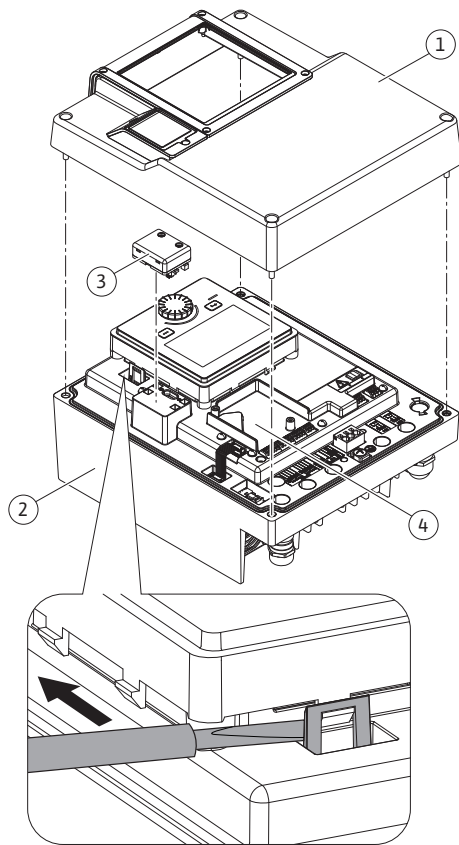
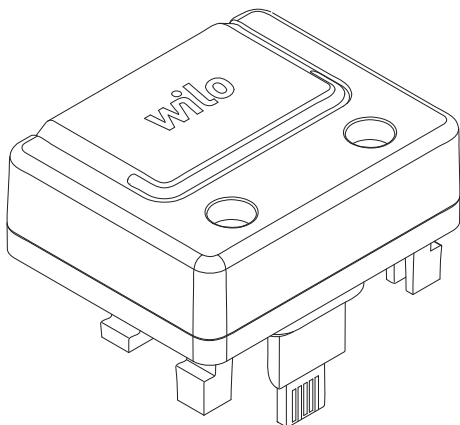

Fig. 26: Elektronski modul
Fig. 27: Wilo-Smart Connect modul BT
Bluetooth interfejs Wilo-Smart Connect modula BT (Fig. 26, poz. 3 i Fig. 27) se koristi za povezivanje sa mobilnim uređajima kao što su pametni telefoni i tableti. U aplikaciji Wilo-Assistant postoji funkcija Wilo-Smart Connect. Funkcijom Wilo-Smart Connect se može rukovati pumpom, mogu se vršiti podešavanja i očitavati podaci pumpe. Za podešavanja vidi poglavlje „Puštanje u rad“ [► 49].
1. Otpustiti četiri zavrtnja gornjeg dela elektronskog modula (Fig. 26, poz. 1; Fig. I, poz. 2).
3. Wilo-Smart Connect Modul BT utaknuti u predviđeni interfejs Wilo-Connectivity Interface. Vidi Fig. 26, poz. 3.
CIF moduli (dodatna oprema) služe za komunikaciju između pumpi i sistema upravljanja zgradom. CIF moduli se uključuju u elektronski modul (Fig. 26, poz. 4)